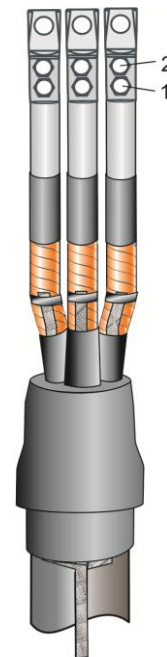

Рис.13
13. Снять фазную изоляцию с жилы кабеля на расстоянии, равном внутренней длине цилиндрической части наконечника. Надвинуть наконечник и сорвать головки болтов в соответствии с Рис.13.